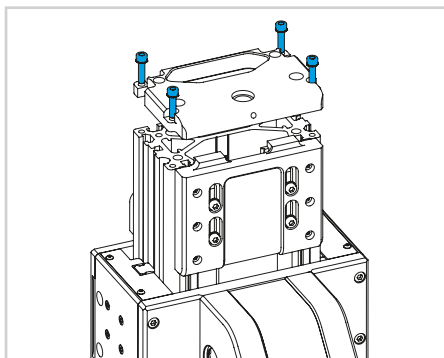

図 4
- 3) 4本のネジを緩めて、アルミニウムプロファイルの端にある上部プレートを取り外します (図 4 を参照)。